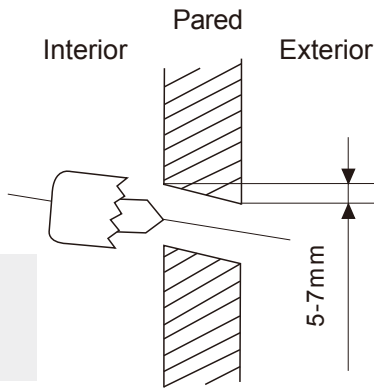

Fig. 4.2
2. Mediante una broca de corona de 65 mm perfore un agujero en la pared. Asegúrese de que el agujero quede ubicado ligeramente hacia abajo, de manera que la parte exterior del agujero esté más abajo que su parte interior, la diferencia de altura de ambos agujeros debe ser de 7 mm. Esto asegurará un buen drenaje del agua. (Véase la Fig. 4.2)